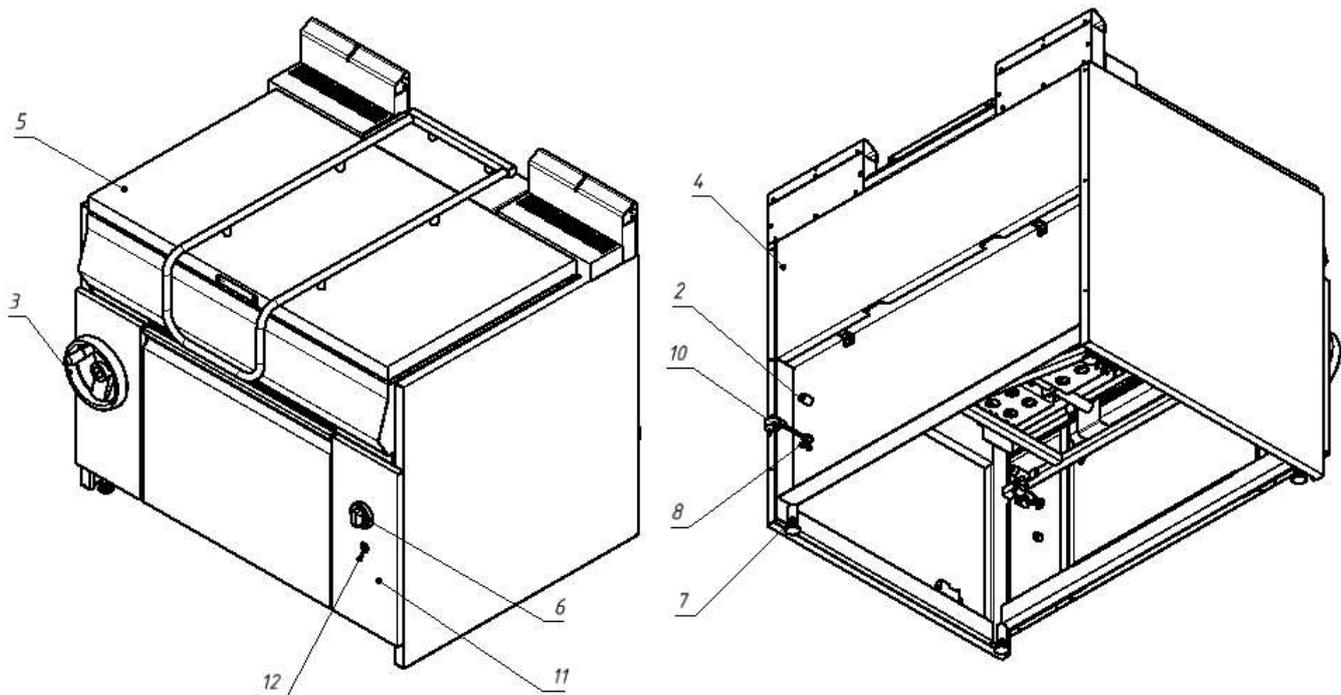

Рис.2 Устройство сковороды
5.1. Основные части изделия и габариты указаны на рис.2 и перечислены в таблице.1.
Маркировка установки находится на этикетке (1) рис.2, расположенной на задней стенке.
6.1 Сковороду следует установить с соблюдением ГОСТ 12.2.124-90 «Оборудование продовольственное. Общие требования безопасности» и «Правил безопасности в газовом хозяйстве», но не менее 300мм от задней стенки установки до стены и между боковых стенок рядом стоящего оборудования в линии. Регулируемыми ножками поз.7 рис.2 выставить сковороду горизонтально.
6.3 Подсоединить заземление корпуса установки(8)рис.2 к заземляющему контуру помещения согласно ГОСТ 27570.0-87.
6.4 Подключить газ к штуцеру 1/2" газопровода сковороды поз.2 рис.2 специалистами газовой службы гибкой подводкой газа.
6.5 Подключить эл. кабель с эл. вилкой поз.10 рис.2 в электросеть с напряжением 220В.
7.2.1 Включить подачу электрического тока, подключив эл. вилку поз. (10) рис.2 в эл. сеть 220В.
7.3.1 Включить подачу электрического тока, подключив эл. вилку поз. (10) рис.2 в эл. сеть 220В.